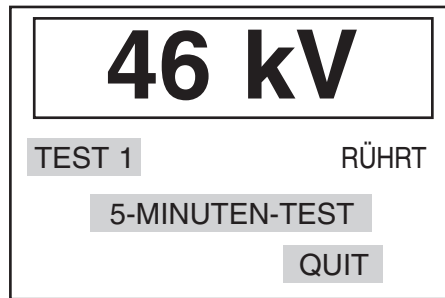

Abbildung 7 Bildschirm: Rührphase
3. Bei Auftreten eines Durchschlags (oder Erreichen der Höchstspannung) wird die Prüfspannung abgeschaltet; die 'kV' Warnanzeige erlischt, und das Prüfgerät tritt in die Ölproben-Rührphase ein. Der Rührer dreht sich 30 Sekunden lang; dabei bleibt die Durchschlagsspannung des Vorangegangenen Tests auf dem Display stehen. Der Bildschirm ist der Darstellung in Abbildung 7 ähnlich.
3. Bei Auftreten eines Durchschlags (oder Erreichen der Höchstspannung) wird die Prüfspannung abgeschaltet; die 'kV' Warnanzeige erlischt, und das Prüfgerät tritt in die Ölproben-Rührphase ein. Der Rührer dreht sich für die Dauer von 1 Minute; dabei bleibt die Durchschlagspannung des vorangegangenen Tests auf dem Display stehen. Der Bildschirm ist der Darstellung in Abbildung 7 ähnlich.